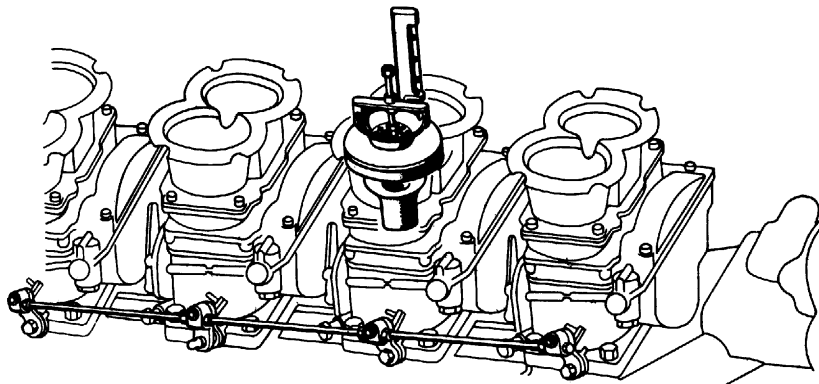

Fig. 51
- Allentare tutte le viti di registro andatura minimo tranne quella del carburatore n. 1 (il più vicino al radiatore). Premere l'apparecchio sincronizzatore su un condotto del carburante n. 1 e regolare la ghiera dello strumento affinché il galleggiante oscilli al centro della buretta (fig. 51).
- Déserrer toutes les vis de réglage fonctionnement ralenti à l'exception de celle du carburateur n. 1 (le plus proche du radiateur). Presser l'appareil synchronisateur sur une conduite du carburateur n. 1 et régler la frette de l'instrument afin que le flotteur oscille au centre de la burette (fig. 51). Chercher de ne pas fermer complètement la prise air cuvette du carburateur lorsqu'on utilise le synchronisateur. Placer le synchronisateur sur le carburateur adiacent et agir sur le réglage de la tige concernant la liaison papillons pour permettre au flotteur d'osciller à nouveau au centre de la burette. Répéter l'opération sur les carburateurs et sur les réglages restants.
- With the carburetor cover (C) vertical and the tongue (Lc) of the float in light contact with the ball (Sf) of the needle (S), the top of the float (G) should be at a distance of 48 mm from the surface of the cover without gasket.
- After completing the levelling operation, check that the travel of the float (G) is 8.5 mm, if necessary altering the position of the tailpiece (A).
- Should be float (G) prove incorrectly set up, modify the position of the tongue (Lc) so that it is perpendicular to the axis of the needle (S) and so that it does not have, on the contact surface, any pitting that may affect the free movement of the needle.
- Check to ensure that the float (G) is able to rotate freely about its fulcrum.
- Slacken off all the idling adjustment screws except that of the carburetor No. 1 (the one closest to the radiator). Press the synchronizing apparatus onto a conduit of the carburetor No. 1 and adjust the ringnut of the instrument so that the float oscillates at the center of the vessel (Fig. 51). Attempt not to close the carburetor chamber air inlet completely when the synchronizer is used. Shift the synchronizer onto the adjacent carburetor and work the register of the relevant rod of the butterfly valve connection so as to cause the float to oscillate again at the center of the vessel. Repeat the operation on the carburetors and on the remaining registers.
- Bei senkrechtem Vergaserdeckel (C) und Schwimmerfeder (Lc) in leichtem Kontakt mit der Kugel (Sf) der Nadel (S), muss die Oberseite des Schwimmers (G) 48 mm von der Deckeloberfläche, ohne Dichtung, entfernt sein.
- Nach durchgeführter Niveellierung, kontrollieren, dass der Hub des Schwimmers (G) 8,5 mm beträgt; eventuell die Stellung des Ansatzes (A) ändern.
- Ist der Schwimmer (G) nicht richtig eingestellt, die Stellung der Kontaktfeder (Lc) ändern, bis sie senkrecht zur Nadelachse (S) steht und auf der Kontakfläche keine Einschnitte aufweist, die auf den freien Lauf der Nadel selbst einen Einfluss haben könnten.
- Kontrollieren, dass der Schwimmer (G) sich frei um die Hebelstütze drehen kann.
- Alle Einstellschrauben fuer den Leerlauf lockern, ausser die des Vergasers Nr. 1 (der dem Kuehler am Naechsten steht). Den Synchronisierungsapparat auf eine Leitung des Vergasers Nr. 1 druecken und die Nutmutter des Instrumentes einstellen, bis der Schwimmer sich im Zentrum der Buerette schwingt. (Abb. 51).